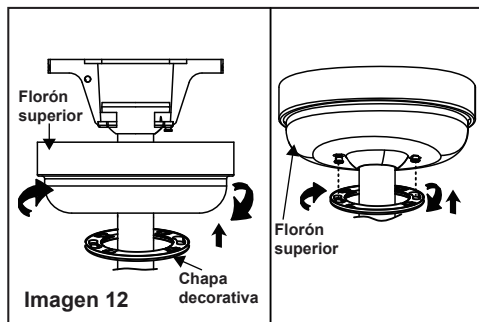

Imagen 12
Paso 2. Deslice el florón superior hasta el soporte de montaje y coloque la ranura de bocallave en el florón superior sobre el tornillo del soporte de montaje, gire el florón superior hasta que se bloquee en su lugar en la sección estrecha de los agujeros de la llave. (Imagen 12)